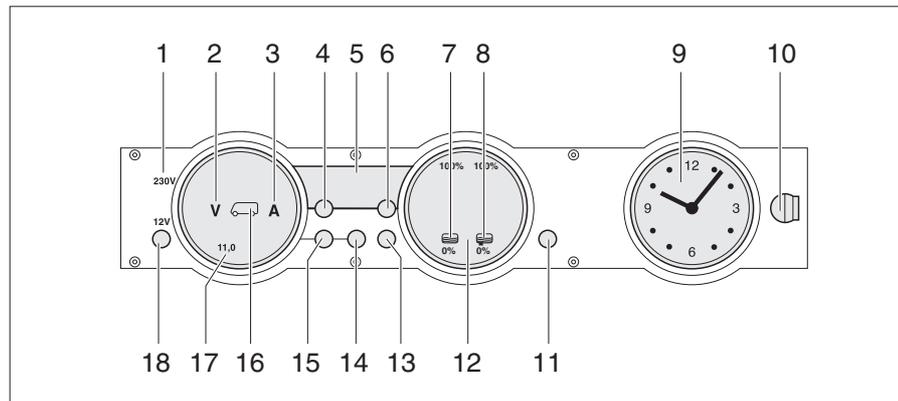

Bild 198 Panel MP 20-T
Die 230-V-Kontroll-Leuchte (Bild 198,1) leuchtet, wenn am Eingang des Elektroblocks Netzspannung vorhanden ist.
Der 12-V-Hauptschalter (Bild 198,18) schaltet das Panel und die 12-V-Versorgung des Wohnraums ein und aus.
- Taste "12 V" (Bild 198,18) kurz drücken. Die 12-V-Versorgung des Wohnraums ist eingeschaltet. Die Kontroll-Anzeige "12 V" leuchtet.
- ▷ Wenn nach dem Einschalten die LED "11,0" der Voltanzeige sowie das Symbol Volt "V" (Bild 198,2) im Anzeigeelement Batterien (Bild 198,17) blinken, dann ist die Spannung der Wohnraumbatterie zu gering. Batterie laden.
- ▷ Wenn nach dem Einschalten die Kontroll-Anzeige "12 V", das Symbol Wohnraumbatterie (Bild 198,16) und das Symbol Volt "V" (Bild 198,2) dreimal blinken, dann ist die Batterietrennung aktiviert. Batterietrennung deaktivieren.
- Taste "12 V" (Bild 198,18) kurz drücken. Die 12-V-Versorgung des Wohnraums ist ausgeschaltet. Die Kontroll-Anzeige "12 V" erlischt.
- Taste Wohnraumbatterie (Bild 198,14) drücken und ca. 10 Sekunden lang gedrückt halten. Die Symbole Volt "V" (Bild 198,2) und Ampere "A" (Bild 198,3) blinken dreimal. Die Wohnraumbatterie ist vom 12-V-Bordnetz getrennt.
- Taste "12 V" (Bild 198,18) drücken und ca. 5 Sekunden lang gedrückt halten. Das Symbol Volt "V" (Bild 198,2) blinkt dreimal. Die Wohnraumbatterie ist mit dem 12-V-Bordnetz verbunden. Die Kontroll-Anzeige leuchtet nach ca. 2 Sekunden.
- Taste Wohnraumbatterie  (Bild 198,14) drücken. Das Symbol Volt "V" (Bild 198,2) leuchtet. Das Symbol Ampere "A" leuchtet je nach Ladung oder Entladung weiß bzw. rot. Die Batteriespannung und der Strom der Wohnraumbatterie werden über die LEDs im Anzeigeelement angezeigt.
- Taste Starterbatterie  (Bild 198,15) drücken. Das Symbol Volt "V" (Bild 198,2) leuchtet. Die Batteriespannung der Starterbatterie wird über die LEDs im Anzeigeelement angezeigt.
- Taste Tanks  (Bild 198,13) drücken. Die Symbole Wassertank  (Bild 198,7) und Abwassertank  (Bild 198,8) leuchten. Die Füllstände des Wassertanks (linke Skala) und des Abwassertanks (rechte Skala) werden über die LEDs im Anzeigedisplay angezeigt.
Das Symbol Volt "V" (Bild 198,2) und die LED "11,0" blinken, sobald die Spannung der Batterie 11 V (Messung bei laufendem Betrieb) unterschreitet und damit Tiefentladung droht.